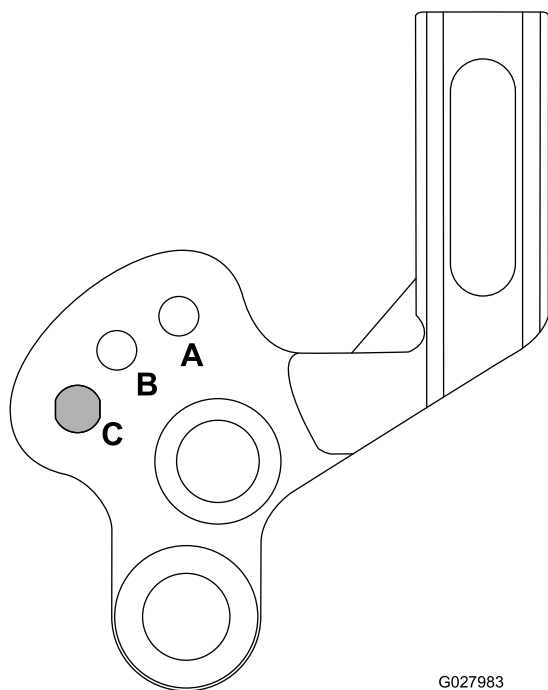

Figure 20
- B. Tournez les bras vers le haut ou le bas à la position A ou B (Figure 20).
Lorsque vous voulez tondre sans le groomer ou transporter la machine, relevez le cylindre groomer à la position de transport relevée, comme montré à la Figure 20.